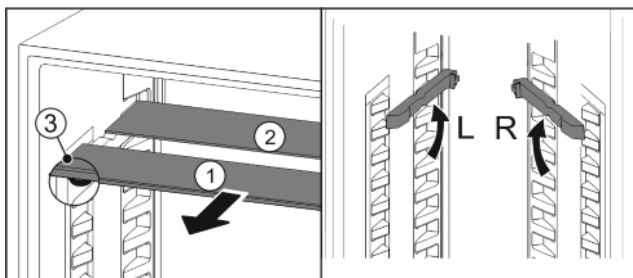

Fig. 22
- Skleněné desky jednotlivě vytáhněte dopředu Fig. 22 (1).
- ▷ Skleněná deska Fig. 22 (1) se zárážkami leží vpředu.
- ▷ Zárážky směřují dolů Fig. 22 (3).